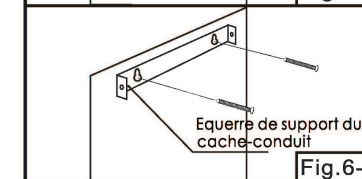

Fig.6-5
- Insérez deux chevilles et vissez l'équerre de support du cache-conduit sur le mur. (Fig. 6-5)